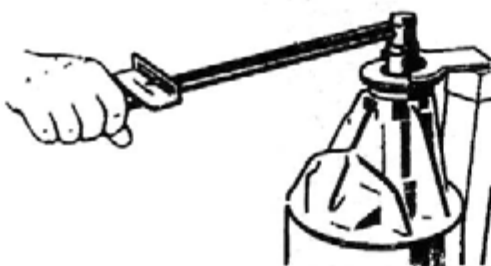

Рис. 156. Стенд для сборки и регулировки редуктора
8. Ведущую шестерню с установленными на ней распорной втулкой и пакетом регулировочных прокладок вставьте в картер и вновь установите на сборочном приспособлении. Напрессуйте внутреннее кольцо переднего подшипника, наденьте маслоотражательную шайбу. Напрессуйте фланец крепления карданного вала. Наденьте шайбу и заверните гайку динамометрическим ключом, момент затяжки 145—160 Н·м (14,5—16 кгс·м) (рис. 156).